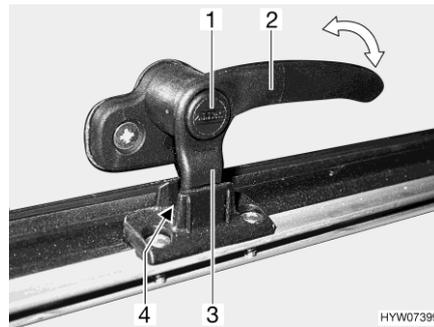
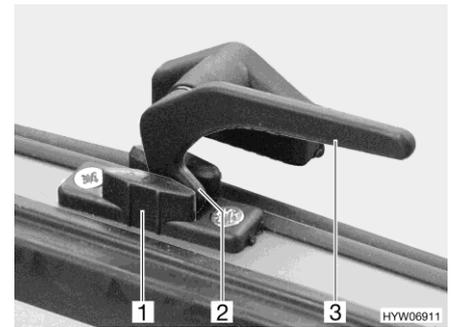

Fig. 72 Levier de verrouillage avec bouton de sécurité en position "Aération permanente"
Fig. 73 Levier de verrouillage en position "Aération permanente"
- En position "Aération permanente" (Fig. 72 et Fig. 73)
- S'il existe, appuyer sur le bouton de sécurité (Fig. 72,1) et le maintenir enfoncé.
- Tourner le levier de verrouillage (Fig. 72,2 ou Fig. 73,3) d'un quart de tour vers le centre de la fenêtre.
- Remettre le levier de verrouillage en position initiale. Le tenon de verrouillage (Fig. 72,3 ou Fig. 73,2) du levier de verrouillage doit pénétrer alors dans le logement prévu à cet effet dans le verrouillage de fenêtre (Fig. 72,4 ou Fig. 73,1).
- Relâcher le bouton de sécurité (Fig. 72,1) s'il y en a un.